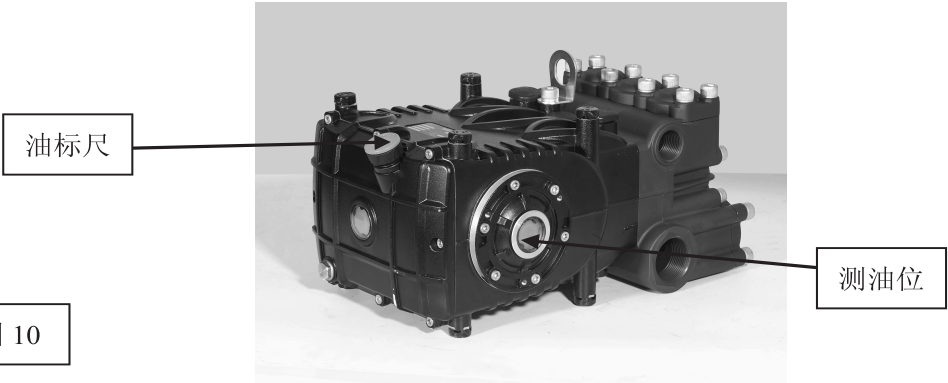

图 10
6、如图 10 泵处于水平位置时加油，直到油位处于侧油位刻度的一半以上.